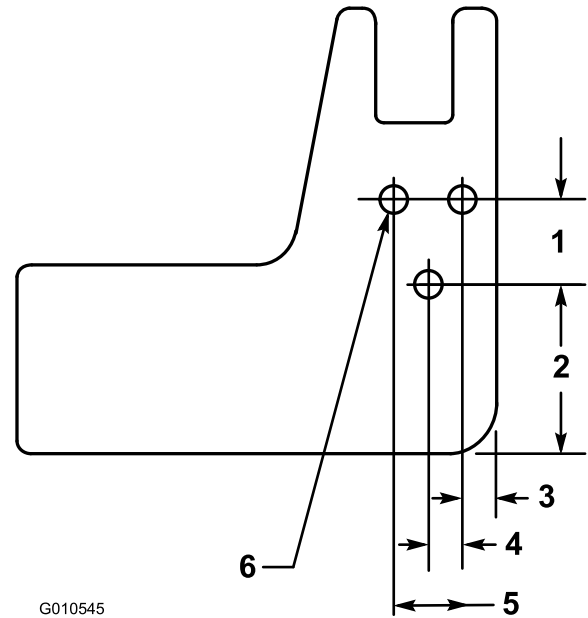

Figura 7
**Nota:** Se os furos de montagem da cavidade traseira não estiverem nos braços de elevação, utilize as dimensões mostradas em Figura 7 para localizar, marcar e perfurar 3 furos (10,31 mm de diâmetro) requeridos em cada braço de elevação.